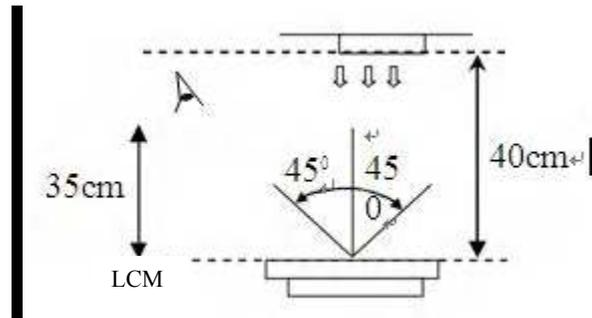

图 4)
9.1.1 通常在 $22\pm 3^{\circ}\text{C}$ ， $50\pm 10\%RH$ 的环境，光强度 500Lux 下（20W 日光灯，40cm 距离左右）检验员的眼睛与模块之间的距离为 $35\text{cm}\pm 5\text{cm}$ ，LCD下面用背光源来检查（见图4）